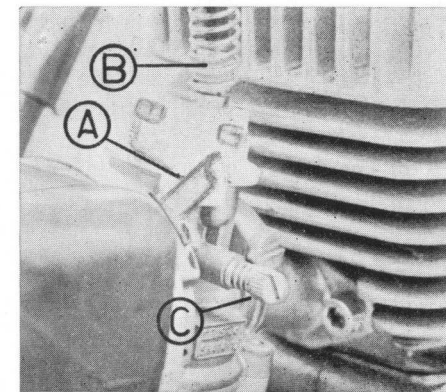

fig. 11
- Se il motore è freddo, abbassare la leva dello starter posta sul carburatore (fig. 11-A).